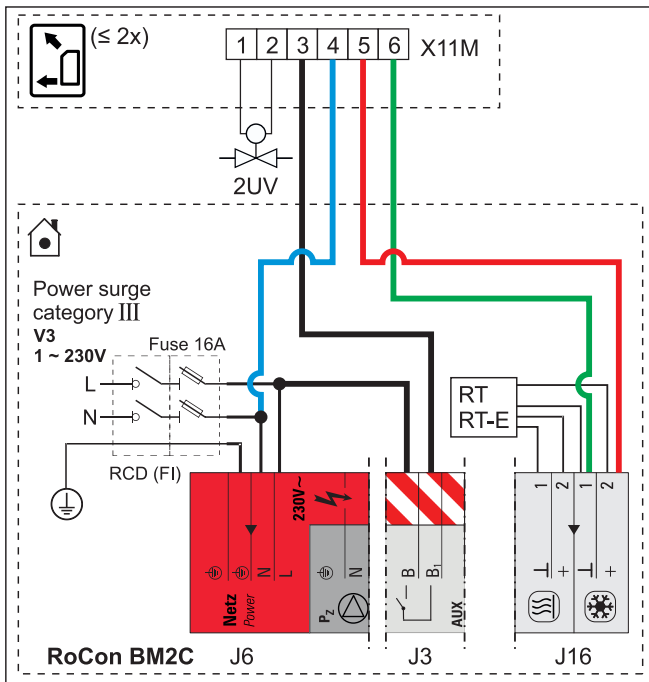

Fig. 44-41 Conexión del convector HP (máx. 2) a la Daikin Altherma EHS(X/H)
- Conexión eléctrica del convector HP con el siguiente accesorio conforme a Fig. 44-41 como contacto de conmutación (Calentamiento/Refrigeración) en el módulo básico.